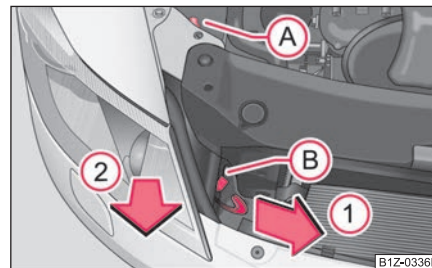

Fig. 241 Faros delanteros: Posición de montaje de las bombillas
- Desenrosque la tuerca de plástico Ⓐ ⇒ fig. 241.
- Tire de la palanca de seguridad del faro en sentido de la flecha ① hasta el tope.
- Separe el conector y saque con cuidado el faro en el sentido de la flecha ②.